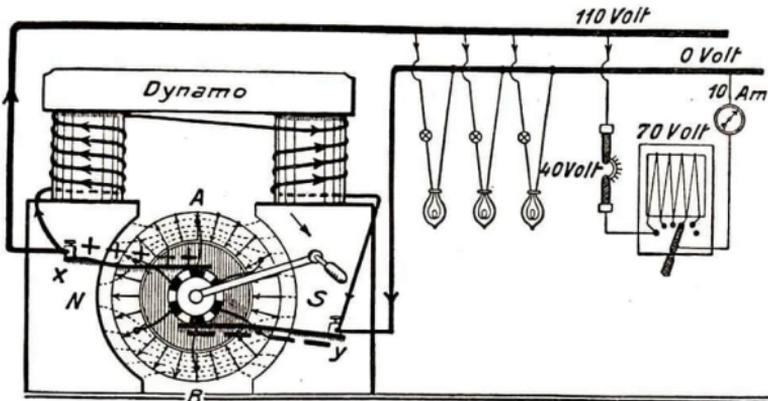
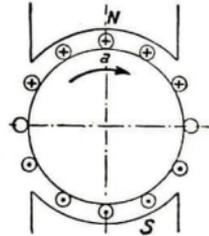

Abb. 383. Dynamomaschine mit dem Ringanker
Abb. 384. Polregel
Zur Stromabnahme vom Kollektor dienen zwei **Schleiffedern** oder **Bürsten** (x, y in Abb. 383).
Einfache Polregel der Techniker. (Abb. 384.) Wird der Anker im Uhrzeigersinn gedreht, so setze man vor dem **Nordpol** in den Drahtquerschnitt ein **Kreuz** (Zeichen, daß der Strom vom Beschauer wegläuft), vor dem **Südpol** einen **Punkt** (Pfeilspitze des Stromes, der auf den Beschauer zuläuft.) — Untersuche hiernach, ob die Strompfeile in Abb. 383 richtig sind!
3. Prinzip der Selbsterregung. Nach **Siemens (1867)** braucht der Feldmagnet kein permanenter zu sein, es genügt, wenn er etwas Restmagnetismus besitzt. Dann wird allerdings bei den ersten Umdrehungen des Ankers der induzierte Strom sehr schwach sein. Wenn man aber diesen (oder einen Teil von ihm, wie Abb. 383 zeigt) über die Schenkel des Feldmagnets NS leitet, wird dieser gestärkt und induziert nun seinerseits selbst stärkere Ströme in den Anker. Diese **gegenseitige Verstärkung** (= Aufschaukelung) dauert so lange an, bis der Elektromagnet seine **größte Stärke** erreicht hat (d. h. bis alle seine Molekularmagnete geordnet sind).